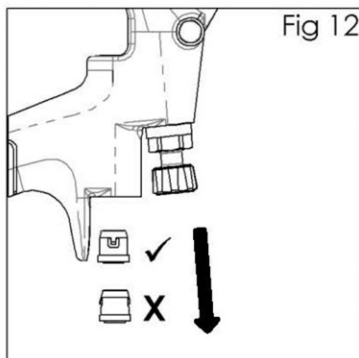

Fig 12
10. Retournez le pistolet et laissez le joint tomber. (Voir fig. 12).